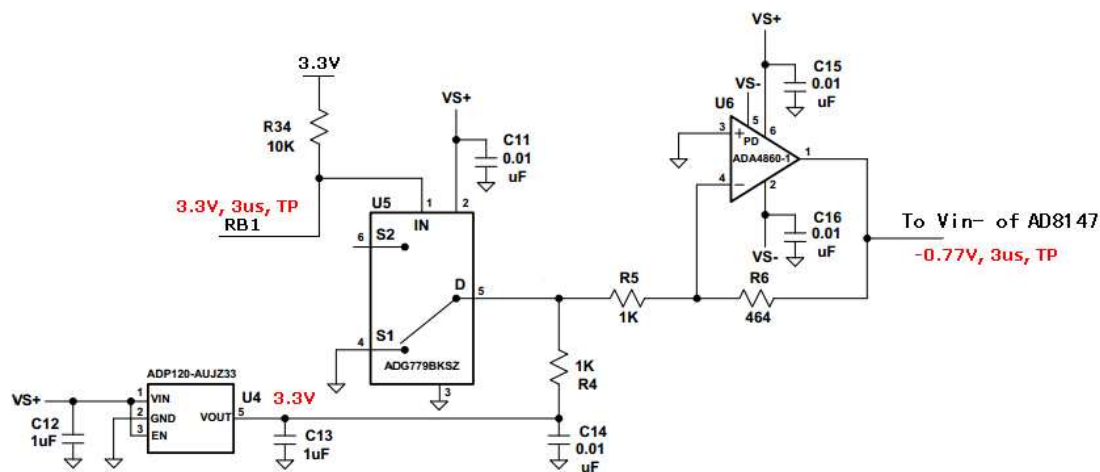

图 6. TP 脉冲的调理
- d) 如图 6 所示，ADG779 和 ADA4860 用于将脉宽 3us，幅度 3.3V 的 TP 脉冲转化为脉宽 3us，幅度-0.8V 的脉冲，然后分三路输入到 AD8147 内部差分放大器的反向端。